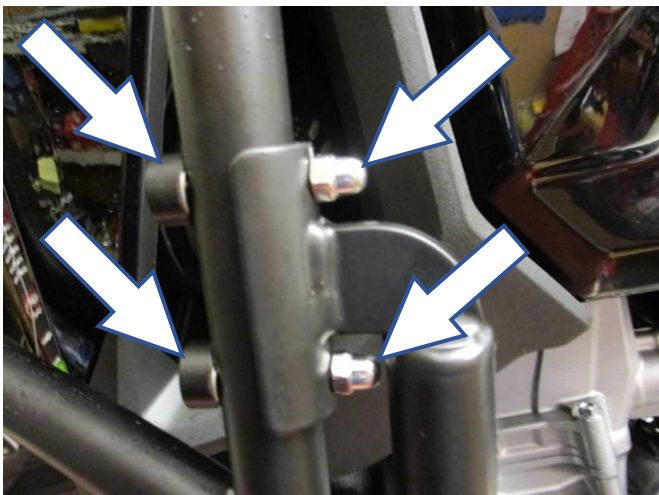

Abbildung 9
- Die zwei Distanzhalter an den M6 Schrauben (**Artikel 4 and 5**) montieren. Die Schrauben durch den oberen Adventure-Sturzbügel in die obere Montagehalterung des unteren Adventure-Sturzbügel einführen wie in **Abbildung 9** abgebildet. Die obere Schraube kann komplett eingeschraubt sein, aber die Hutmutter (**Artikel 7**) muss an den unteren Schrauben eingerastet sein, bevor sie festgezogen werden kann. Die übrige Mutter kann dann an der oberen Schraube befestigt werden – siehe **Abbildung 9**.